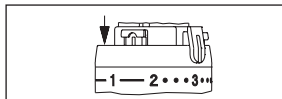

Abb. 7
2. Zur unteren Begrenzung wird ein Element, wie abgebildet, in die Position eine Nut vor der Merzkahl „2“ eingesteckt (Abb. 7).